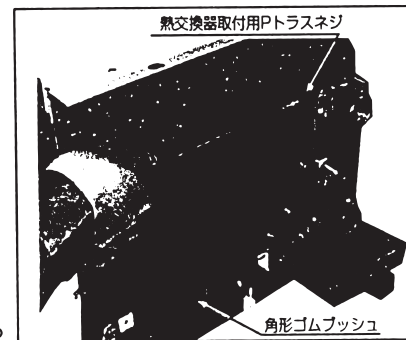
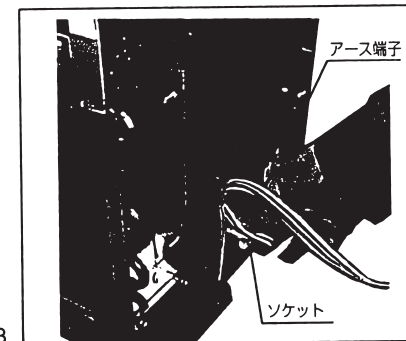

図2
図3
- 熱交換器側面の裏部 熱交換器取付け用Pトラスネジ4個（左右各2個）を取外し、熱交換器を前に引出してください。（図2）
- 風量調節スイッチをパネルごと右側面ケーシングより取外し（Pトラスネジ2個）左側面ケーシングに取付けてください。この場合、右側フレームに取付けてありますソケットも同時に取外し、左側フレームの角形ゴムブッシュを取外した位置に取付けてください。角形ゴムブッシュは右側フレームに取付けてください。（図2、図3）
③ 吹出フランジ → カバー → 熱交押さえの順番に取外してください。〔図2〕